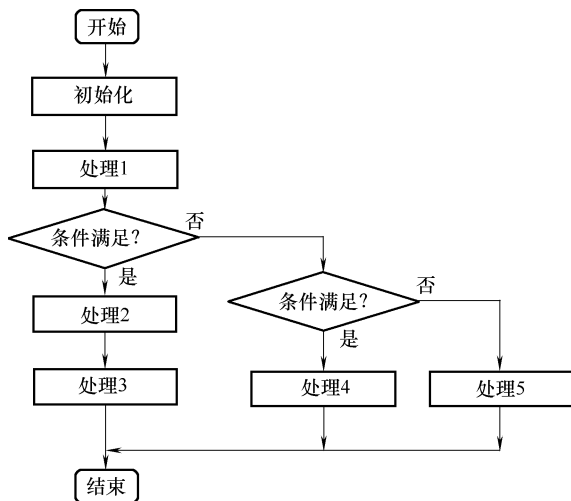

图 4-9 多分支程序流程图
④ 分支程序允许嵌套，即一个分支接一个分支，形成树状多分支结构。多分支程序流程图如图 4-9 所示。